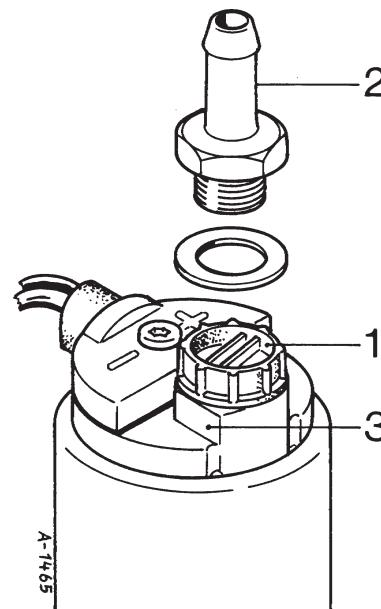
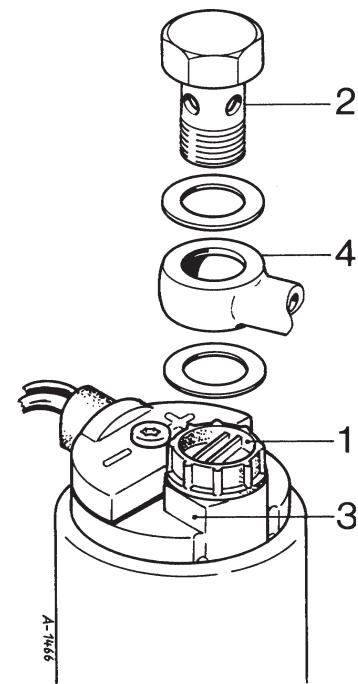

Abb. 1 / Fig. 1
Abb. 2 / Fig. 2
- Je nach Einbauvariante ist entweder der mitgelieferte Schlauchanschluß (2, Abb.1) mit einem neuen Dichtring oder die am Fahrzeug vorhandene Hohlschraube (2, Abb. 2) mit Ringanschluß (4) und zwei neuen Dichtringen in die neue Pumpe einzuschrauben.
- Depending on the installed version, screw the following components into the pump: either the supplied hose connection (2, fig. 1), together with a new O-ring, or the banjo bolt (2, fig. 2) already existing on the vehicle, together with the ring connection (4) and two new O-rings
- Selon le type de pompe installée, visser les composants suivants dans la pompe: ou bien le raccord de tuyau fourni (2, fig. 1), conjointement avec un nouveau anneau torique, ou bien le boulon creux (2, fig. 2) qui existe déjà sur le véhicule, conjointement avec le raccord annulaire (4) et deux nouveaux joints toriques.
- Según el tipo de bomba instalada, atornillense los componentes siguientes en la bomba: o la conexión de tubo fornecida (2, fig.1), junta con una nueva junta tórica, o el tornillo hueco (2, fig. 2) que ya existe en el vehículo, junto con la conexión anular (4) y dos nuevas juntas tóricas.
- Secondo il tipo di pompa montata, bisogna avvitare i componenti seguenti nella pompa: oppure la connessione di tubo fornita (2, fig.), assieme a un nuovo anello di guarnizione, oppure la vite incavata (2, fig. 2) che già esiste nel veicolo, assieme alla connessione annulare (4) e due nuovi anelli di guarnizione.